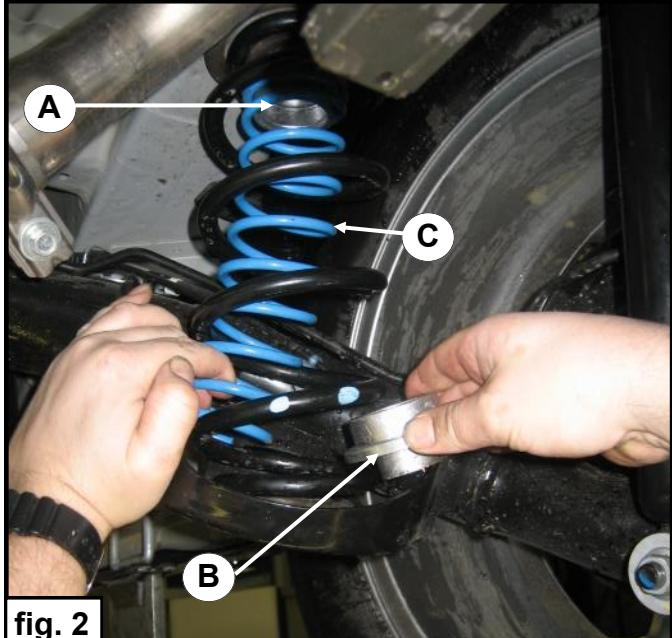

fig. 2
2. Placez le ressort auxiliaire **C** dans le ressort principal à moyen d'un mouvement basculant et vissez-le entièrement dans le ressort principal. Voir fig. 2.
3. Placez les coupelles aluminium **B** dans la coupelle de ressort principal, côté inférieur. Voir fig. 2.